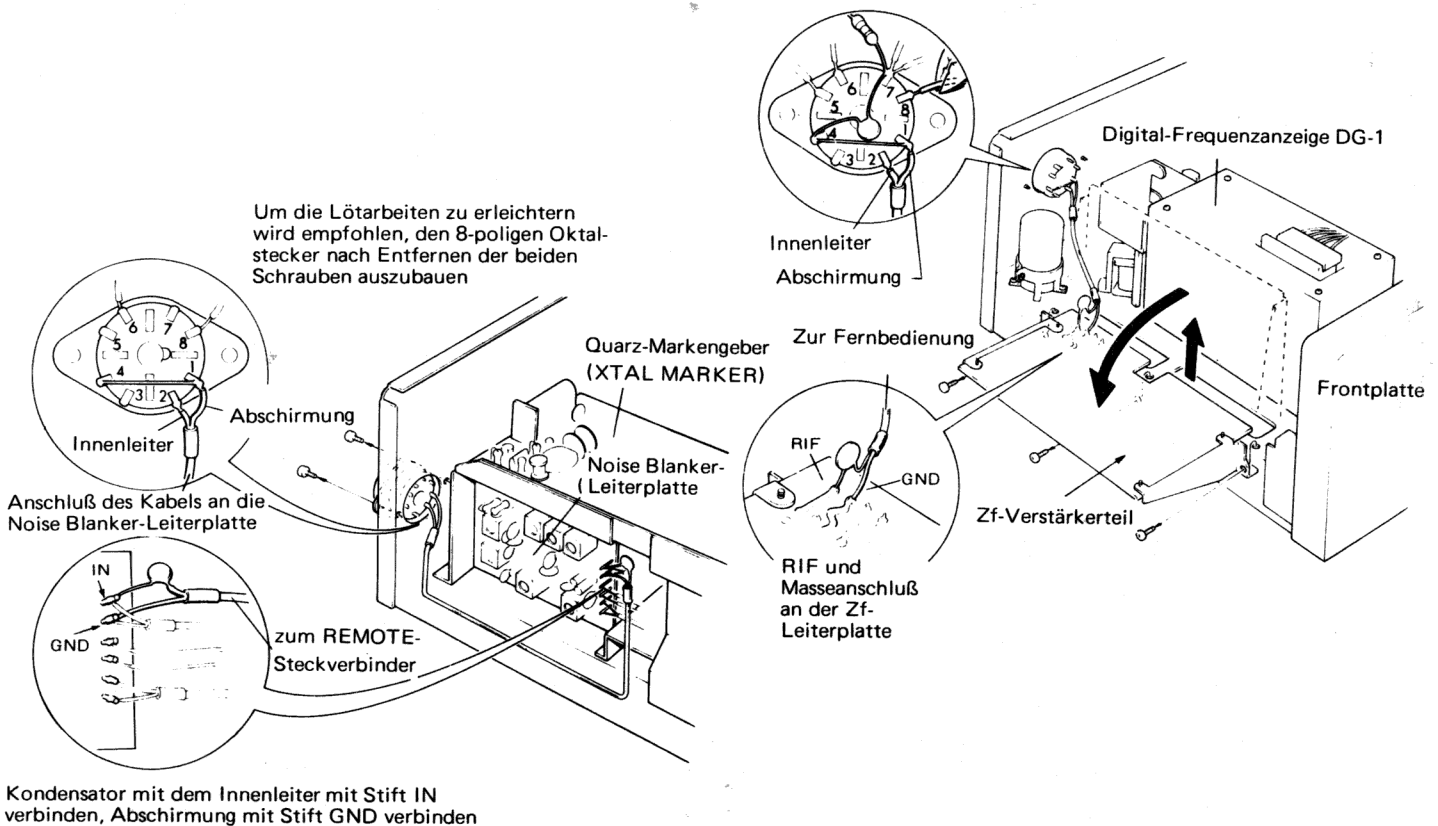

Fig. 8-6 Zf-Verbindungskabel für die Transceiver der Reihe TS-820
- a) Gehäuse abnehmen und den Kondensator mit dem Innenleiter des Coaxkabels mit der Leiterbahn RIF, die Abschirmung mit der Leiterbahn GND auf der Unterseite der Zf-Leiterplatte (IF UNIT - X-48-1150-00) verbinden. Diese Leiterplatte befindet sich - von vorn gesehen - auf der linken Seite des Transceivers. Den Innenleiter am anderen Ende des Coaxkabels mit Stift 2, die Abschirmung mit den Stiften 1 und 4 des 8-poligen (Oktal-) Steckers verbinden. Der grüne Verbindungsdraht zwischen dem Anschluß PHONE PATCH OUT und Stift 8 des Oktalsteckers ist abzutrennen und zu entfernen. Siehe Fig. 8-6.